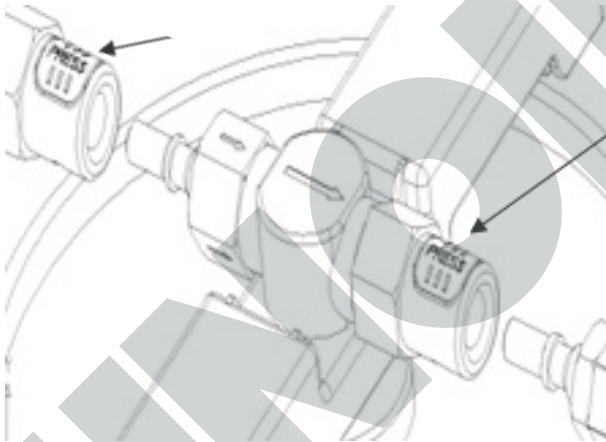

Abb.9
3. Trennen Sie die Verbindung zur CO2-Patrone und ziehen Sie den Bierschlauch heraus, indem Sie auf den weißen Entriegelungsknopf drücken (Abb. 9). Leichter gelingt dies, wenn Sie währenddessen die beiden Verbindungselemente ein wenig zusammendrücken.